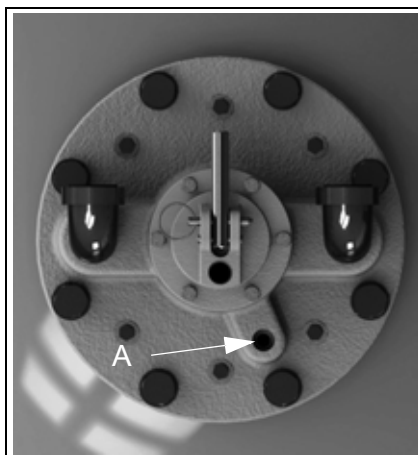

Abb. 8: Anschluss der Füllleitung am Ventil
5. Versenkte Sechskantschraube vom Füllanschluss des Ventils entfernen (siehe Abb. 8).
- die externe Füllleitung mit dem Füllstutzen (A, Abb. 8) des Ventildeckels verschrauben.